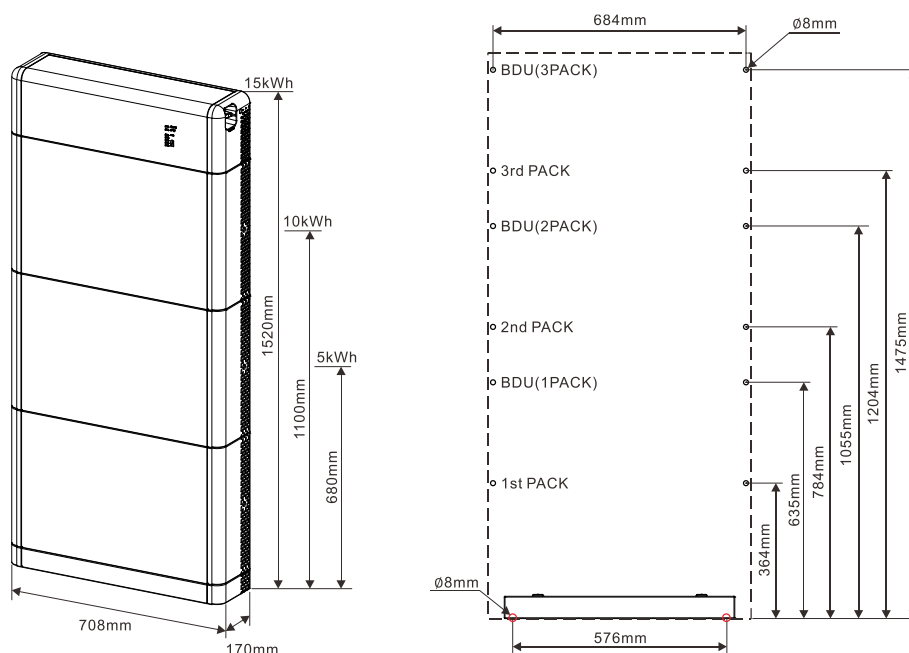

Figura 10 – Dimensioni per l'installazione del sistema
- 3) Usare un pennarello per segnare i fori di fissaggio del modulo batteria e la BDU in base alle dimensioni mostrate in Figura 10.